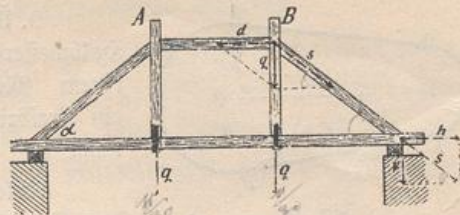

Fig. 25.
5. Von der Gesamtbelastung Q eines doppelten Hängewerkes (Fig. 25) wird auf jede Hängesäule die als Zug nach abwärts wirkende Kraft $q = \frac{11}{30} Q$ übertragen.